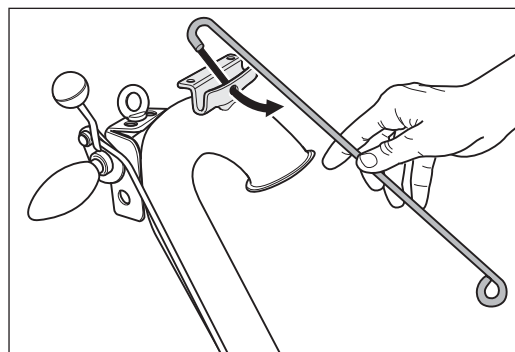

Abb. 5 Einhängen der Kabelstütze in die Halterung am Führungsrohr.
- 5 Montieren Sie die Kabelstütze in die Halterung an der Oberseite des Führungsrohrs (Abb. 5).